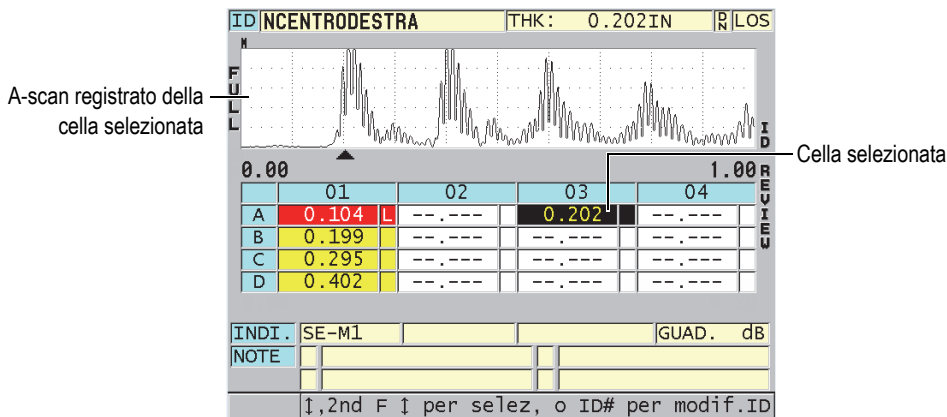

Figura 10-13 Cella selezionata della matrice DB nella schermata di consultazione degli ID
3. Nella schermata di consultazione degli ID (vedi Figura 10-13 a pagina 180):